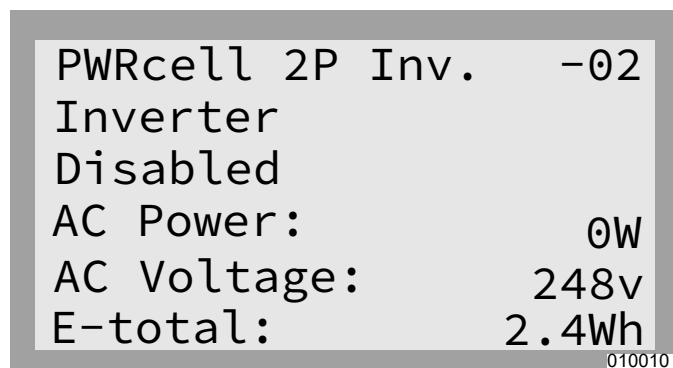

Figure 7-7. Activer l'inverseur (1 de 3)
7. Voir Figure 7-7. Dans la page d'accueil du tableau de commande de l'inverseur, utiliser la touche fléchée droite pour naviguer jusqu'à la page de dispositif de l'inverseur.